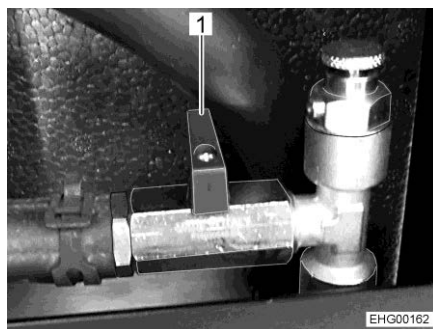

Fig. 168 Robinet à bille (fermé)
- Placer le levier (Fig. 168,1) transversalement à la conduite.